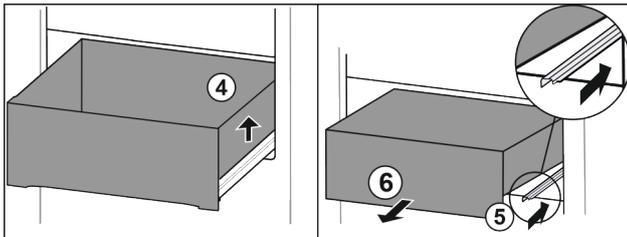

Fig. 72
- ▶ Schubfach rechts anheben. Fig. 72 (4)
- ▶ Rechte Schiene einschieben. Fig. 72 (5)
- ▶ Schubfach nach vorne entziehen. Fig. 72 (6)